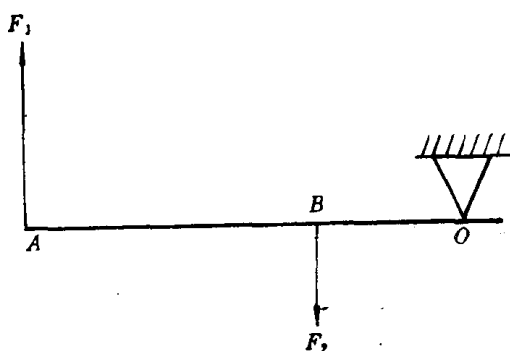

图 1-3 第二类杠杆示意图
(2) 重点 B 位于支点 O 和力点 A 之间的杠杆称为第二类杠杆，如图 1-3 所示。